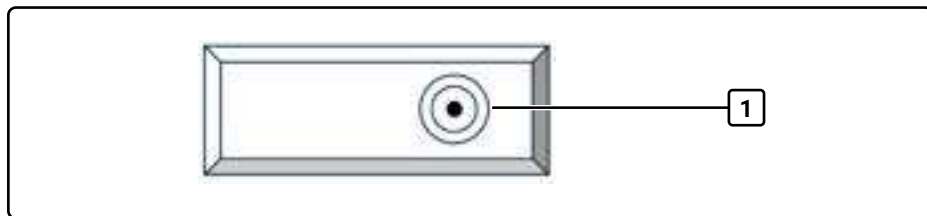

Fig. 8 Vue de dessus du réservoir d'eau
3. Insérez la cartouche filtrante dans l'adaptateur de filtre à eau (1, Fig. 8) sur le réservoir d'eau de manière à ce qu'elle soit emboîtée.